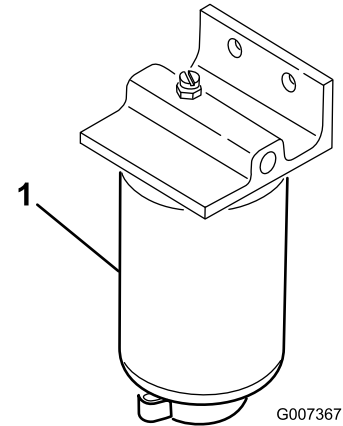

図 34
3. 燃料フィルタについているドレンプラグを 1 回転ほど開き、内部にたまっている異物を流し出す 図 34。